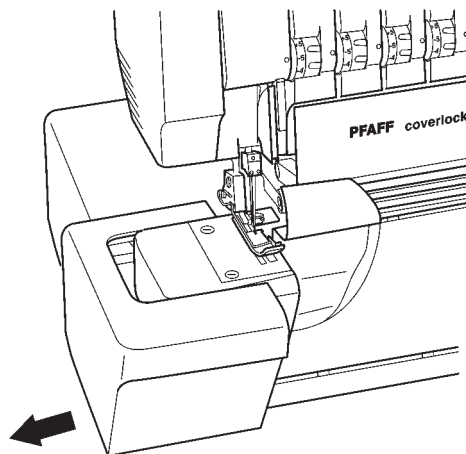

Рис. 2
- Оттяните влево съемную часть швейной платформы и снимите ее (рис. 2).